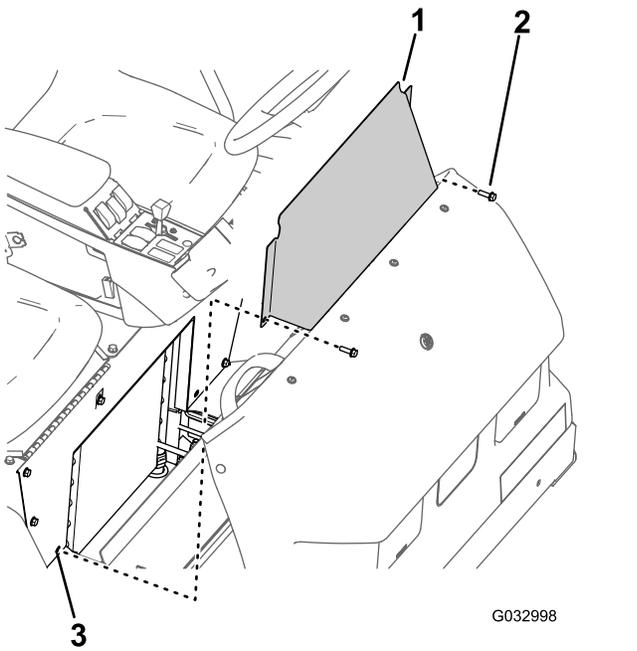

图61
1. 拆下将座椅底座检修门固定至座椅底座的 2 个凸缘头螺栓（图61）。
2. 从机器上卸下座椅底座检修门（图61）。
1. 将座椅底座检修门上的孔与座椅底座上的孔对齐（图61）。
2. 使用卸下座椅底座检修门（页码41）的步骤1中拆下的2个凸缘头螺栓（图61），将座椅底座检修门组装到座椅底座上。